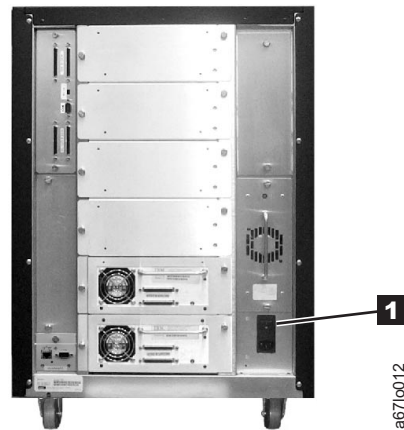

Abbildung 37. Hauptnetzschalter.
1. Achten Sie darauf, dass die Einheit ausgeschaltet ist. Der Netzschalter (siehe **1** in Abb. 37) muss auf 0 stehen.